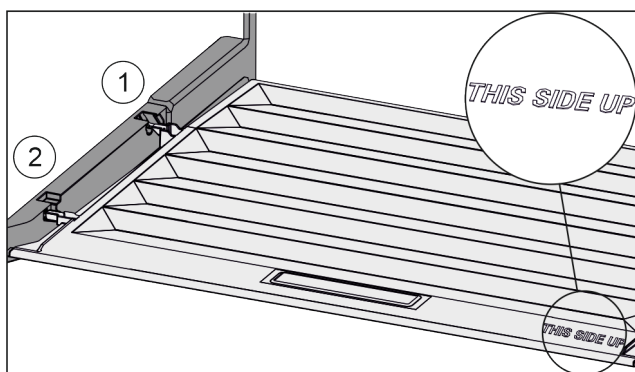

Fig. 28
- ▶ Ramiona pokrywy wprowadzić ponad otworem tylnego uchwyty Fig. 28 (1) i zazębnić z przodu w uchwycie Fig. 28 (2).